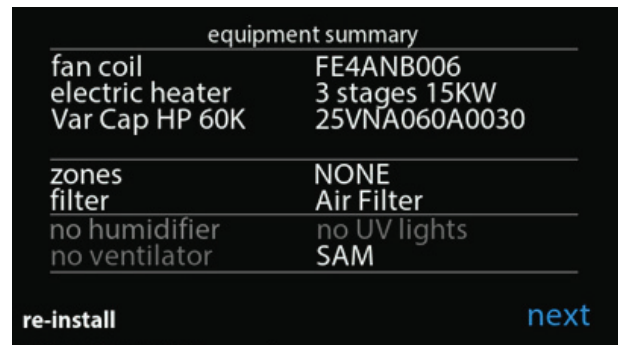

Fig. 10 – Écran récapitulatif de l'équipement
- Si l'interface utilisateur est nouvelle, elle passe par une série d'écrans de configuration. Naviguez ces écrans de configuration jusqu'à l'écran récapitulatif de l'équipement (voir la Fig. 10). Vérifiez que le bon équipement est affiché à l'écran. Si l'unité intérieure installée correspond à un serpentin de four, vérifiez que cette option a été sélectionnée. L'interface utilisateur procède